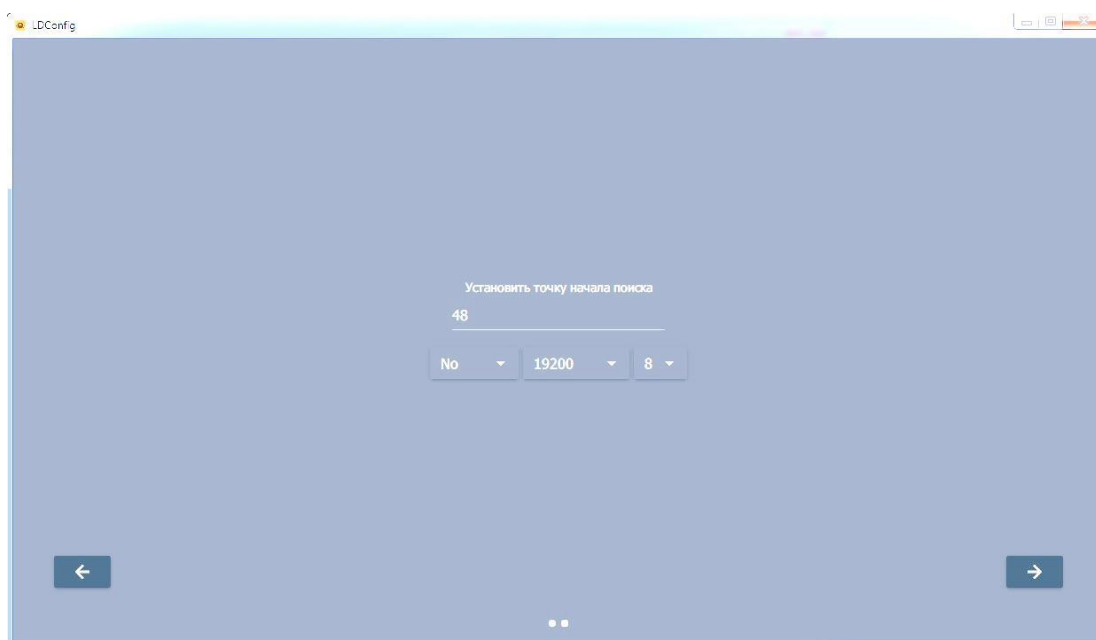

Рисунок 5
- в соответствующих колонках выберите нужные значения ЧЕТНОСТИ, СКОРОСТИ, БИТЫ ДАННЫХ, нажмите ПРОДОЛЖИТЬ «→» (Рис. 5);